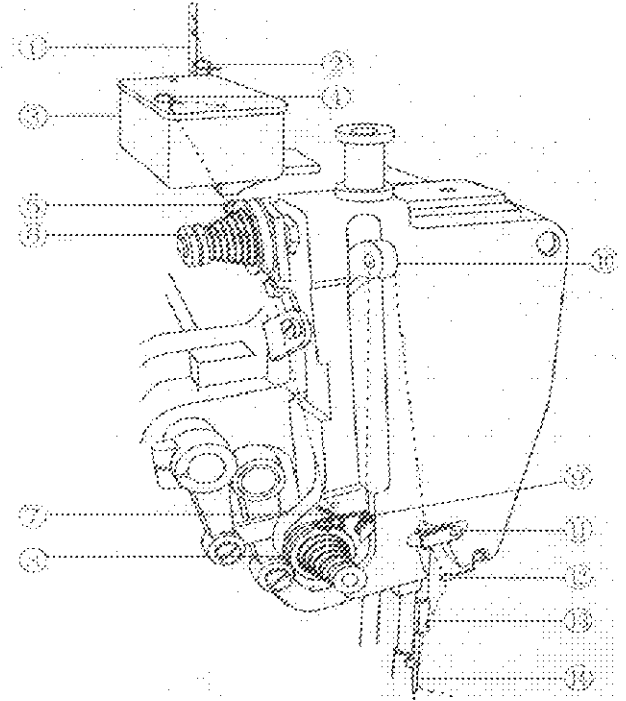

Рис. 8
11. Заправка игольной нити (Рис. 8)
Последовательность заправки нити показана на Рис. 8 от 1 до 14.